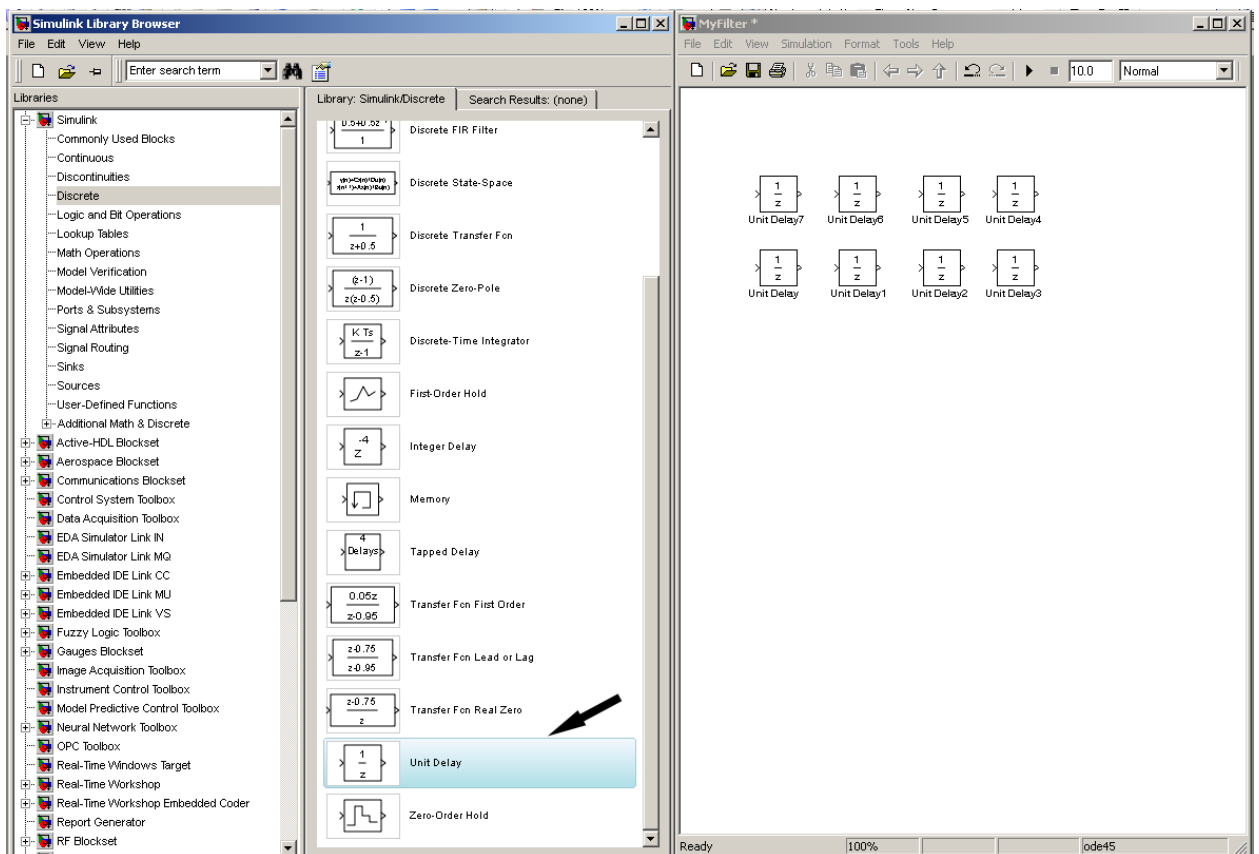

Рис. 4. Блок Unit Delay в разделе Discret программы Simulink Library Browser
5. В разделе Discret в Simulink Library Browser выберите и перетащите в окно модели блок Unit Delay (рис.4). Размножьте блок в окне модели 8 раз (для этого при выделении блока в окне модели необходимо держать нажатой клавишу Ctrl)